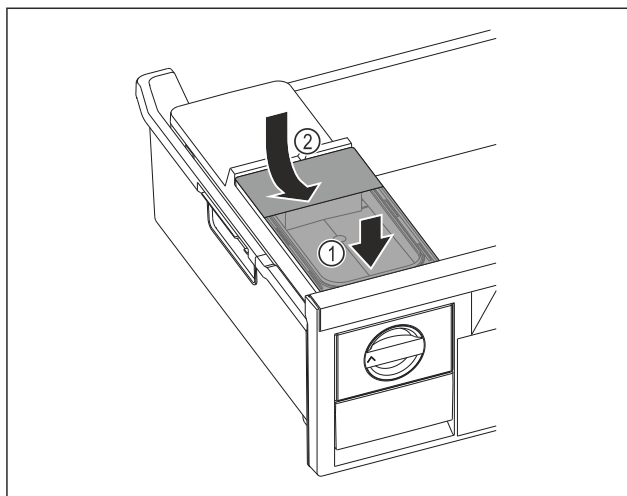

Fig. 86
- ▶ Sæt vandtanken i forfra. Fig. 86 (1)
- ▶ Sænk vandtank ned bagest. Fig. 86 (2)